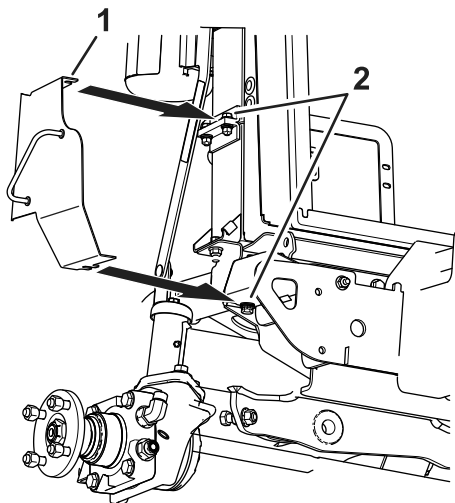

Figur 13
10. Fjern den eksisterende møtrik og bolt under køleren, der fastgør kofangerens beslag (Figur 13).